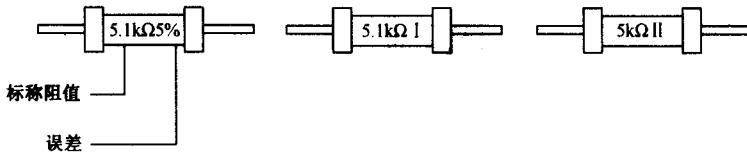

图 1-12 电阻器阻值与误差的数值表示法
- 直接标识法：将参数直接标识在电阻器外表面上。图 1-12 所示为几种常用的电阻器阻值与误差的数值表示法。图中左边两类是用数字和单位符号直接把标称阻值和允许偏差标在电阻表面，右边一类是用文字和数字符号组合表示电阻器的标称阻值，另外还可以用三位数字来表示标称阻值。